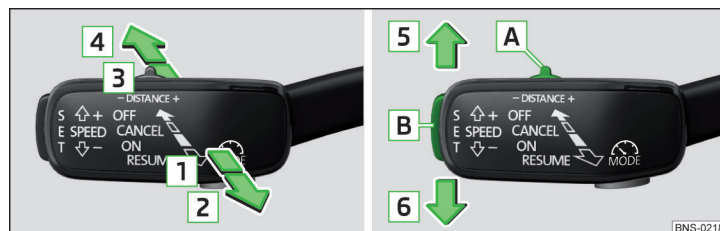

Fig. 300 Palanca de mando
» fig. 300
➤ Pulsar la tecla **SET** » fig. 300 de la pág. 260.
➤ : Ajuste la palanca en la posición con resorte **RESUME** » fig. 300 de la pág. 260.
- Ajuste la palanca en la posición con resorte **CANCEL** » fig. 300 de la pág. 260.
La velocidad deseada se ajusta o se cambia con la palanca de mando » fig. 300 de la pág. 260.
El nivel de distancia al vehículo precedente se puede ajustar con la palanca » fig. 300 de la pág. 260 o en el Infotainment » pág. 259, Ajustes en el Infotainment.
» Ajuste el conmutador **DISTANCE** en la posición con resorte – o + » fig. 300 de la pág. 260.
Se puede interrumpir una aceleración en todo momento pisando el pedal de freno o pulsando el punto de presión **CANCEL** en la palanca de mando » **fig. 300 de la pág. 260**.